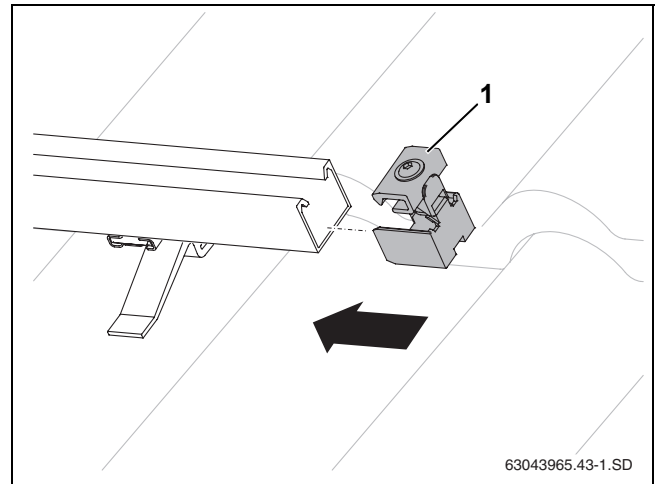

Fig. 37 Împingerea dispozitivului unilateral de prindere a panourilor
- ▶ Împingeți dispozitivul unilateral de prindere a panourilor (Fig. 37, [1]) pentru capătul drept al câmpului de panouri în șinele profilate, până când se blochează în primul orificiu longitudinal al șinei profilate.